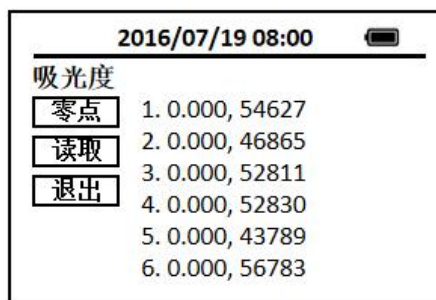

图 14 吸光度测量
3. 用 10 ml 取样瓶取水样到 10 ml 刻度，将取样瓶插入测量槽中。选择 “读取” 读取吸光度。6 个不同波长（表 3）对应不同的吸光度（图 14）。